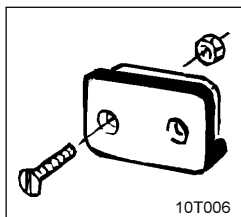

Fig. 9.4
- ☐ Fixez le support (fig. 9.4) du calculateur à l'intérieur de la cabine du tracteur.